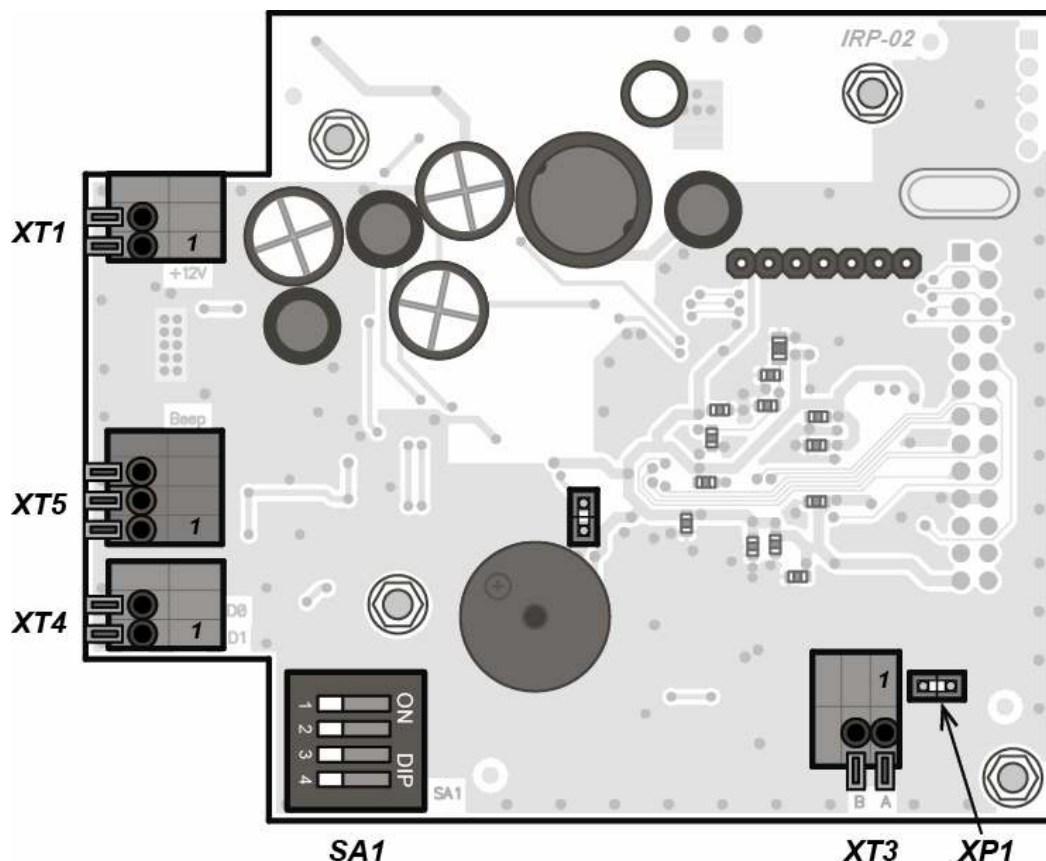
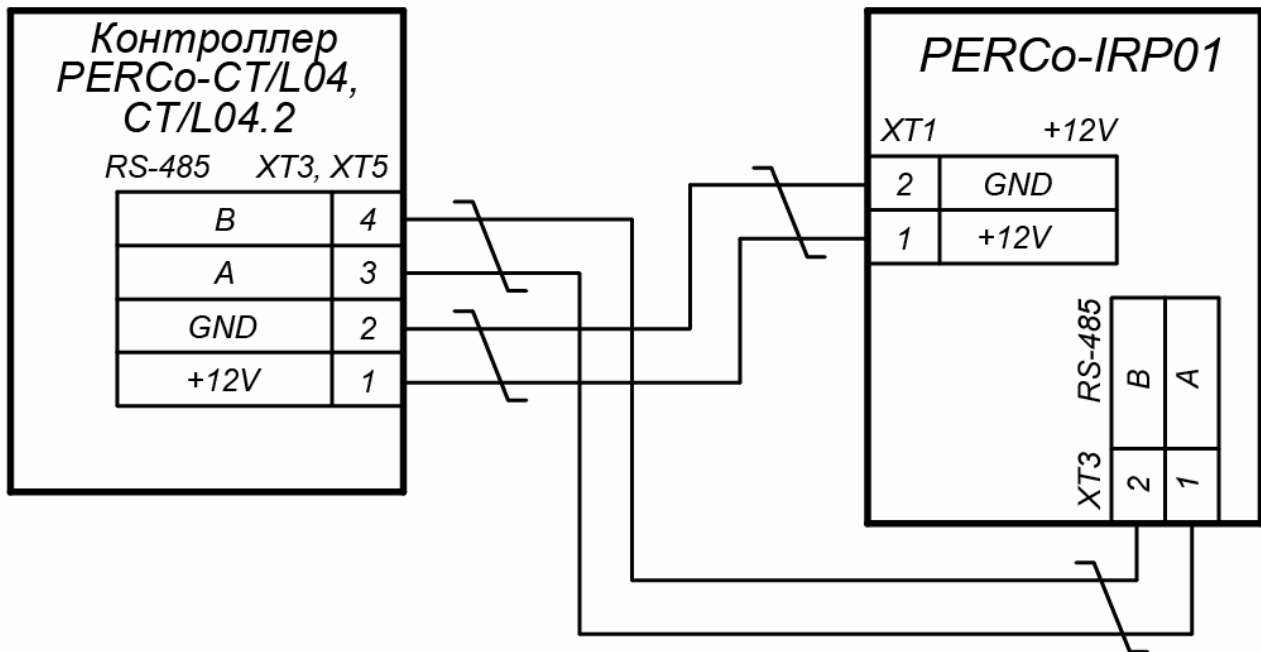
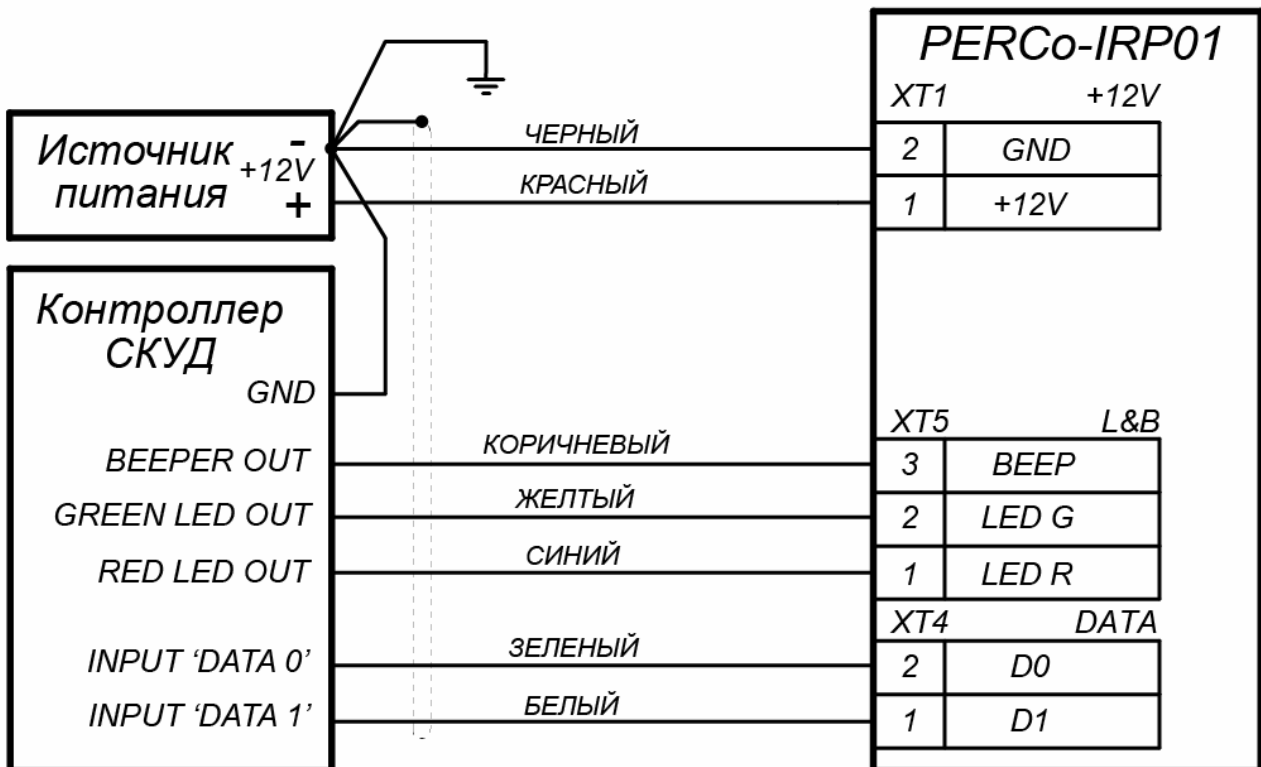

Рисунок 2. Внешний вид платы считывателя
Рисунок 6. Схема подключения считывателя к интерфейсу RS-485
Рисунок 7. Схема подключения считывателя к интерфейсу Wiegand
Выбор интерфейса считывателя осуществляется с помощью переключателя №4 DIP-переключателя **SA1**, расположенного на плате считывателя (см. рис. 2):
Подключение считывателя к контроллеру СКУД по интерфейсу *RS-485* используется в системах **PERCo-Web**, **PERCo-S-20 (PERCo-S-20 «Школа»)**. Для работы считывателя в режиме *RS-485* переключатель №4 DIP-переключателя **SA1**, расположенного на плате считывателя (см. рис. 2), должен быть установлен в положение **ON**.
Выбор номера считывателя осуществляется с помощью переключателей №1...№3 DIP-переключателя **SA1**, расположенного на плате считывателя (см. рис. 2), при этом переключатель №4 должен быть установлен в положение **ON**. Номер считывателя определяется согласно таблице 1.
Для работы считывателя в режиме *Wiegand* переключатель №4 DIP-переключателя **SA1**, расположенного на плате считывателя (см. рис. 2), должен быть установлен в положение *OFF*.
При работе с контроллерами СКУД на экране ЖКИ считывателя отображается индикация, аналогичная указанной в разделе 5.1.2. Возможны два варианта управления индикацией: «*single line*» и «*double line*». Выбор варианта индикации осуществляется с помощью переключателя №3 DIP-переключателя **SA1**, расположенного на плате считывателя (см. рис. 2), при этом переключатель №4 должен быть установлен в положение *OFF*. Вариант управления индикацией определяется согласно таблице 2.
Управляющие сигналы в случае работы в режиме «single line» передаются по линии, подключенной к контакту *Led R* (см. рис. 7) разъема **XT5** на плате считывателя (см. рис. 2). В случае работы в режиме «double line» управляющие сигналы передаются по двум линиям, подключенным к контактам *Led R*, *Led G* разъема **XT5** на плате считывателя. Для управления звуковой индикацией считывателя от контроллера СКУД необходимо соединить с минусом источника питания провод, подключенный к контакту *Beep* разъема **XT5**. Индикация считывателя в зависимости от подаваемых на него управляющих сигналов указана в таблице 3.
Выбор формата выходных данных *Wiegand* считывателя осуществляется с помощью переключателей №1 и №2 DIP-переключателя **SA1**, расположенного на плате считывателя (см. рис. 2), при этом переключатель №4 должен быть установлен в положение *OFF*. Формата выходных данных *Wiegand* считывателя определяется согласно таблице 4.
12. Проложите кабель внутри стойки-считывателя, закрепите его и подключите к плате считывателя согласно схемам подключения (см. рис. 6 или рис. 7).
14. Подключите кабель к контроллеру СКУД согласно схемам подключения (рис.6, 7).